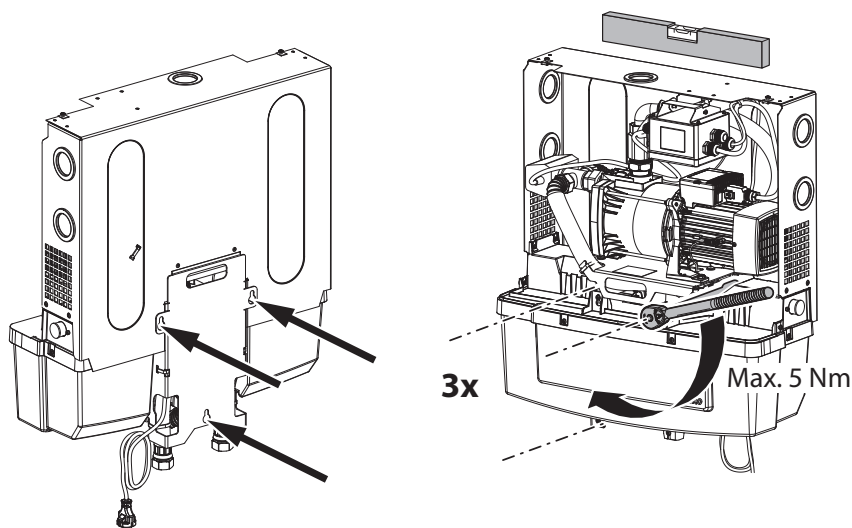

Fig. 13: Punti di aggancio per la sospensione a parete e serraggio delle viti
4. Per mezzo delle apposite asole, agganciare il retro del sistema alle viti (Fig. 13).